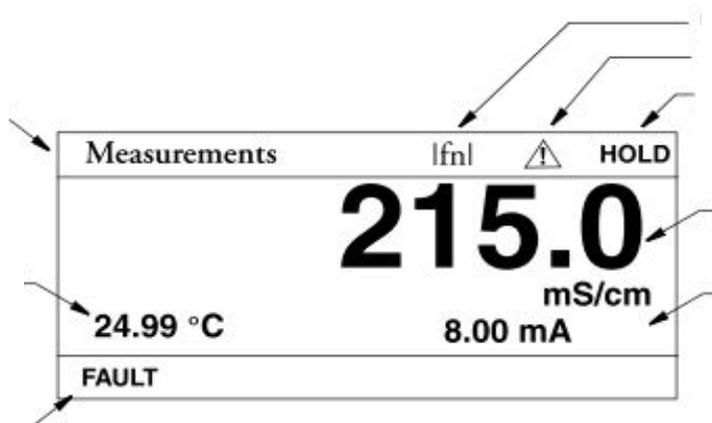

図8
- 表示部は設定により図8の様に3種類（3ライン）の測定値を表示させる事ができます。
測定値表示やシンボルマークは図 8 を参照して下さい。